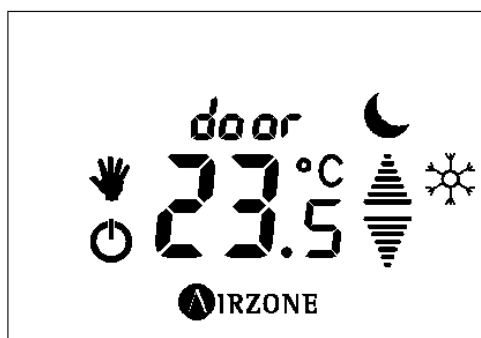

Fig. 19
- Control de ventana abierta. Cuando el sensor de ventana conectado al módulo indica que una ventana está abierta, el elemento de control (motorización o relé) asociado a ese módulo se cierra. En el caso que es módulo esté asociado a un termostato indicará en éste una advertencia (Fig.19)